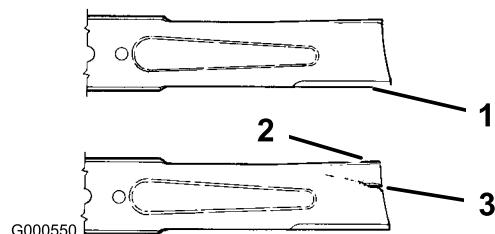

Figura 35
2. Inspeccione los filos de corte (Figura 35). Si los bordes no están afilados o tienen mellas, retire la cuchilla y afilela; consulte Cómo afilar la cuchilla.
3. Inspeccione la cuchilla, especialmente la parte curva (Figura 35). Si observa daños, desgaste o la formación de una ranura en esta zona (Figura 35), instale inmediatamente una cuchilla nueva.